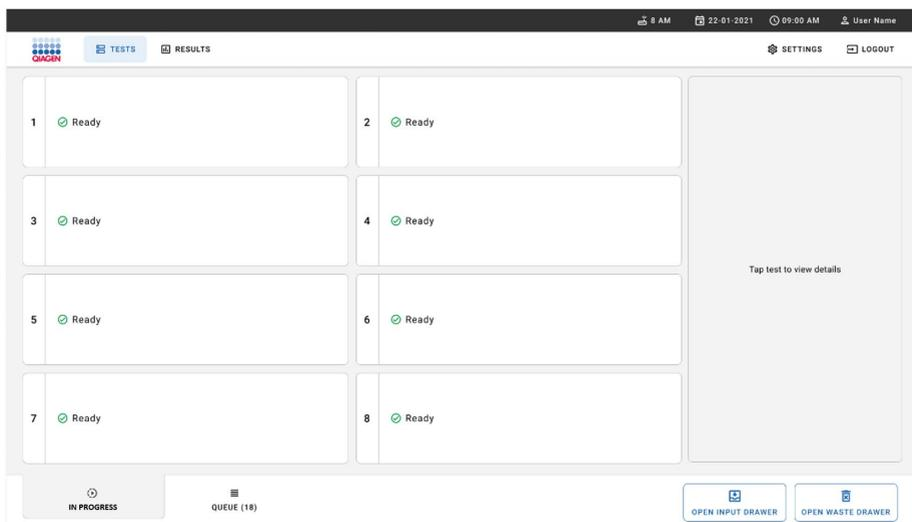

Figura 18. Schermata principale dei test.
1. Premere il tasto **OPEN WASTE DRAWER** (APRI CASSETTO MATERIALI DI SCARTO) nell'angolo inferiore destro della schermata principale del test (Figura 18).
3. Chiudere il cassetto dei materiali di scarto dopo la rimozione delle cartucce. Il sistema scansionerà il vassoio e tornerà alla schermata principale (Figura 18). Se il vassoio è stato rimosso per motivi di manutenzione, assicurarsi che sia inserito correttamente prima di chiudere il cassetto.
4. Premere il pulsante **OPEN INPUT DRAWER** (APRI CASSETTO DI INSERIMENTO) nell'angolo inferiore destro dello schermo (Figura 18).